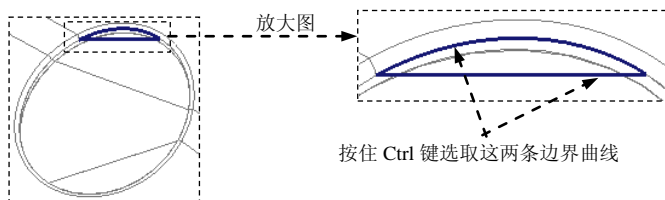

图 21.25 操作步骤
(1) 单击  功能选项卡中的  按钮, 在系统弹出的菜单中依次单击  曲面   边界混合。系统弹出“边界混合”操控板。
(2) 定义边界曲线。按住 **Ctrl** 键, 依次选取图 21.25 所示的两条边界曲线。
(3) 在操控板中单击  按钮, 完成边界曲面的创建。